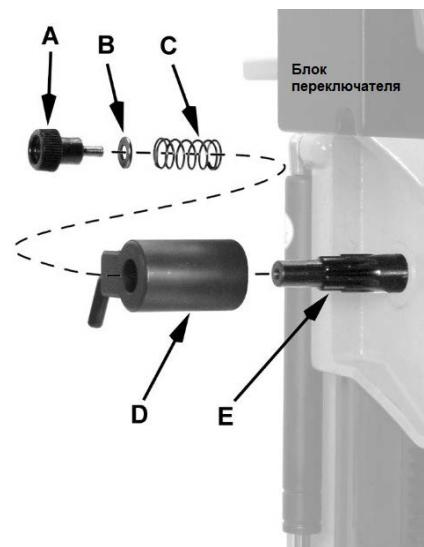

Рис. 5
извлеките ручку (A, Рис. 5), шайбу (B)